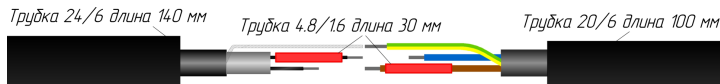

Рисунок 4
2.8. На нагревательный кабель и монтажный провод надеть термоусадочную трубку п.1 24/6 длиной 140 мм и термоусадочную трубку п.2 20/6 длиной 100 мм соответственно. На токопроводящие жилы нагревательного кабеля и монтажного провода надеть термоусадочные трубки п.5 4.8/1.6 длиной 30 мм (см. Рисунок 4).